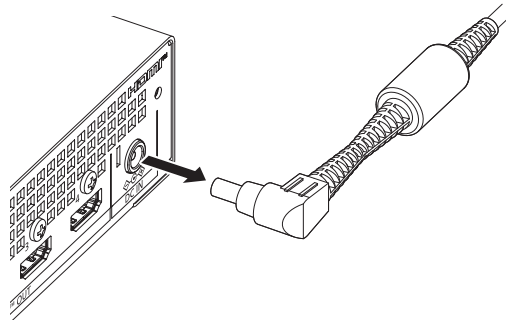

Fig. 2
2) Ta bort kontakten (Fig. 2).